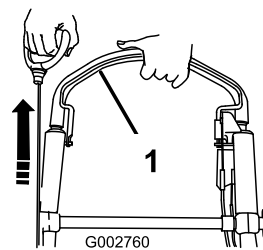

Figure 21
- Maintenez la barre de commande de la lame contre le guidon (Figure 21).
- Démarrez le moteur à l'aide du lanceur (Figure 21).